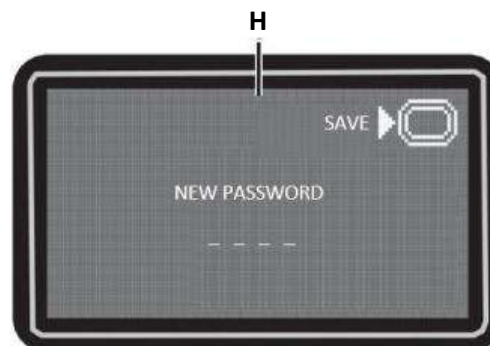

Afbeelding 9
**Telscherf van de bedrijfstijd (G, Afb. 9)**